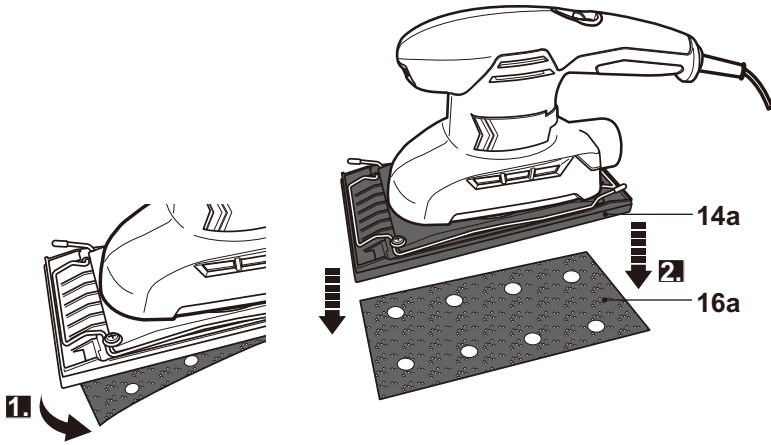

Fig. 7
- > Sujete el borde del papel de lijado (16a, 16b, 16c) y tire de él para retirarlo de la placa base (14a, 14b, 14c) (Fig.7, 8, 9).